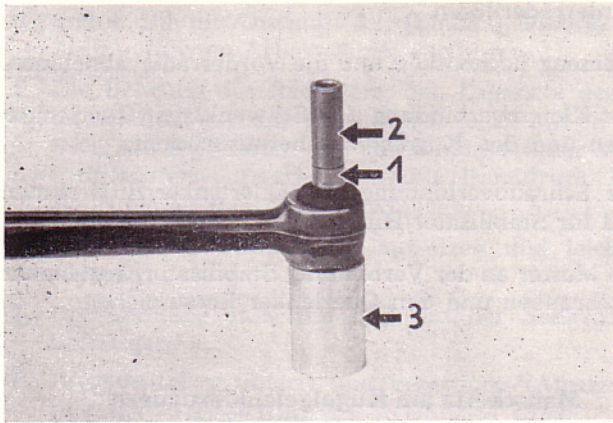

Bild F 17
3. Die Bohrung der Gummifüllung mit Talkum versehen und die Hülse mit einem kegligen Führungsdorn und einer Handhebelpresse eindrücken. Den Querlenker dabei auf die Auflagehülse legen, da die Gummifüllung beim Eindrücken der Hülse etwas herausgeschoben wird (siehe Bild F 17).